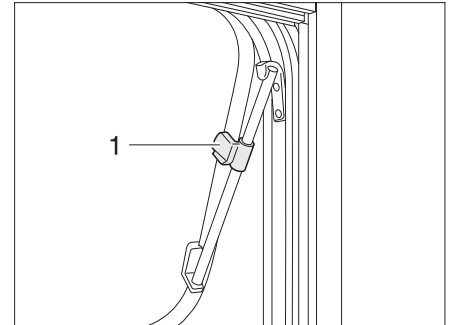

Fig. 9 Fenêtre projetante avec bras pivotants, ouverte
- Ouvrir la fenêtre projetante jusqu'à la position désirée et la bloquer avec la molette (Figure 9,1).
- Tourner la molette (Figure 9,1) jusqu'à ce que le dispositif de blocage soit libéré.